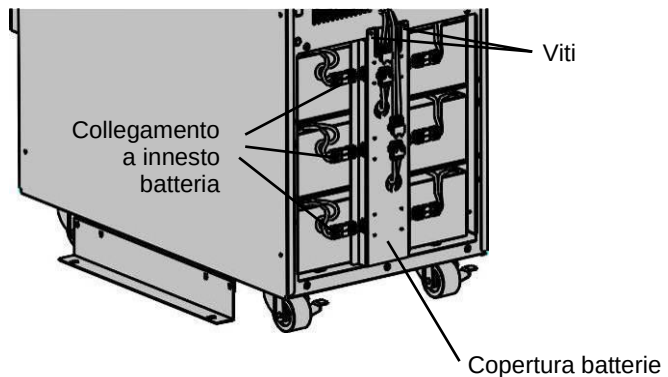

Figura 29: Rimozione della copertura della batterie
2. Staccare i collegamenti a innesto dei singoli inserti batterie interni e rimuovere la copertura delle batterie allentando entrambe le viti superiori (vedi Figura 29).